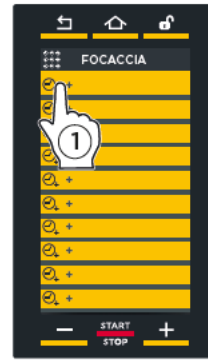
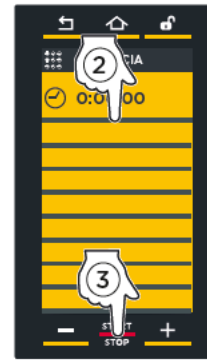

fig. M8
fig. M9
- ① Raak het symbool “+” aan op het scherm (fig. M8).
- ② Versleep de cursor of gebruik de toetsen **-** **+** om de gewenste waarde in te stellen.
- ③ Bevestig door op de toets “START/STOP” (fig. M9) TE DRUKKEN.